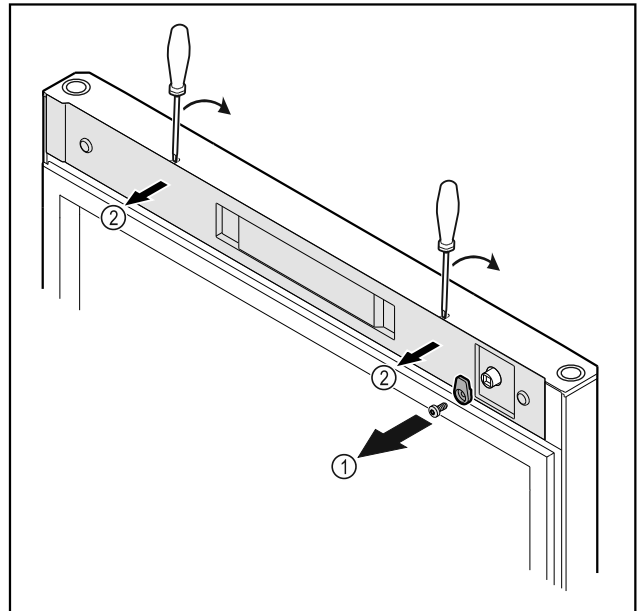

Fig. 22
- ▶ Csavarja le a reteszelő kampót Fig. 22 (1).
- ▶ Pattintsa ki a burkolatot Fig. 22 (2) egy csavarhúzó segítségével, és vegye le.